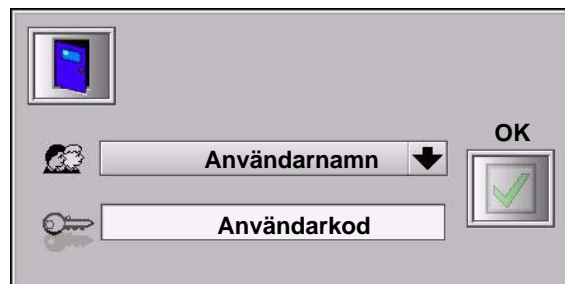

Bild 2-4 Meny för in/utloggning
2. Se bild 2-4. Tryck på fältet **Användarnamn** och välj ditt användarnamn.